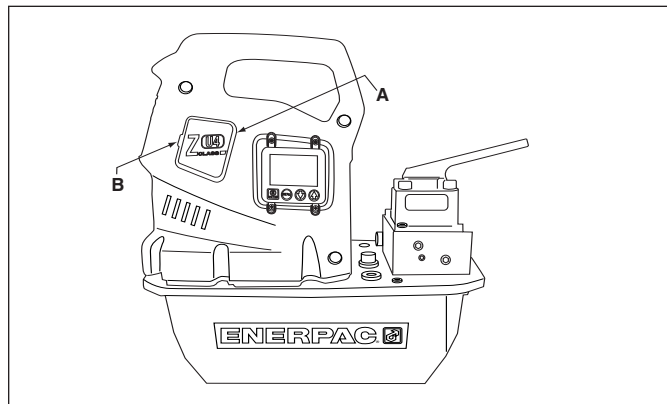

Figure 8, Enlèvement du bouchon de balais
2. Enlevez les deux bouchons de balais (A) en dévissant le
verrou du bouchon de balais (B) et en le forçant légèrement vers l'extérieur (voir Figure 8).